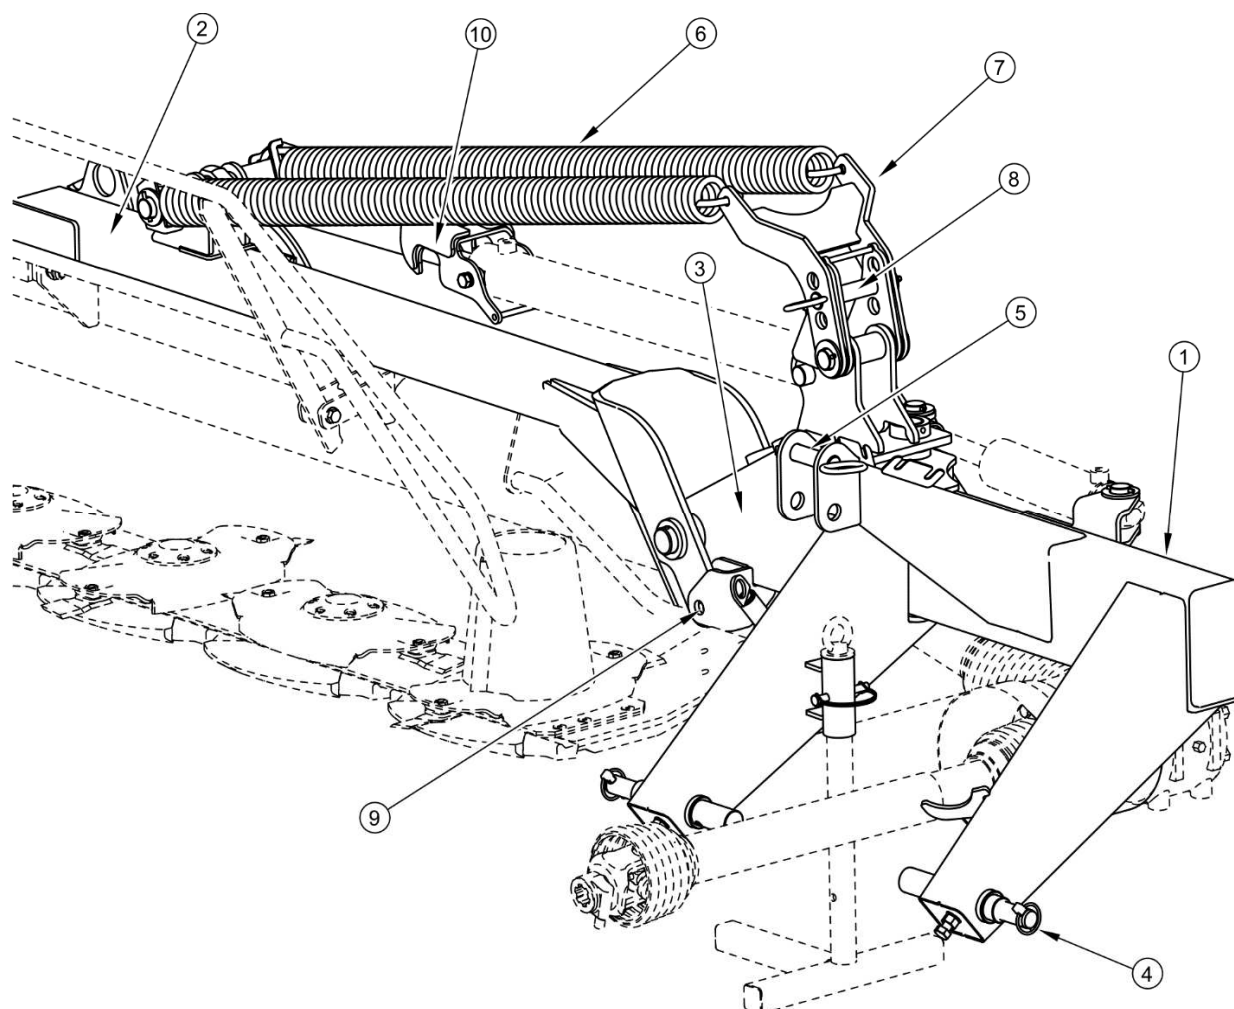

РИСУНОК 3.2 Система навески косилки
(1) рама трехточечной навески, (2) несущее плечо, (3) подвижное плечо, (4) нижний шкворень трехточечной системы навески, (5) шкворень центрального сцепного устройства, (6) разгрузочные пружины, (7) прицеп пружин, (8) шкворень натяжения пружин, (9) шкворень блокады несущего плеча, (10) собачка гидроцилиндра
Главным элементом системы навески (рисунок 3.2) косилки является рама трехточечной системы навески (1), оснащенная двумя нижними шкворнями (4) и шкворнем верхнего центрального сцепного устройства (5) для соединения с трехточечной системой навески трактора. Благодаря подвижному плечу (3) режущий аппарат откидывается назад. Несущее плечо (2) предназначено для подъема режущего аппарата. Для разгрузки режущего аппарата имеются пружины (6),